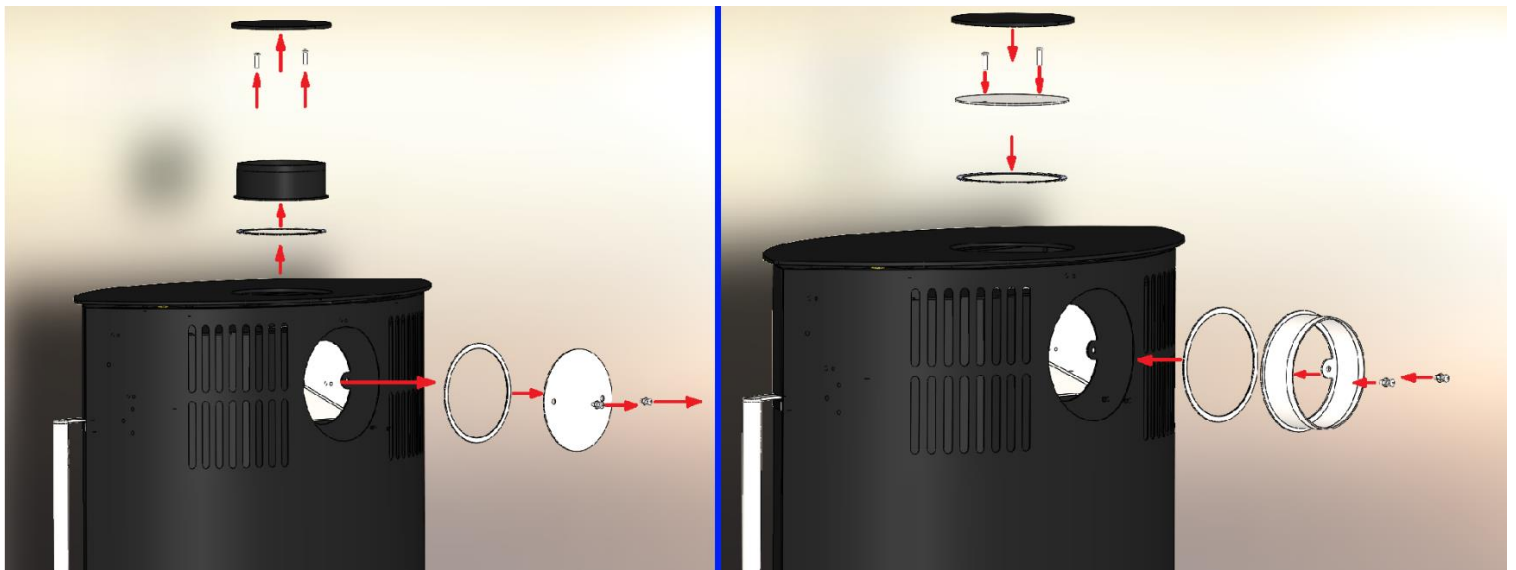

Figure 2 : Remplacement du raccord du conduit de fumée et du couvercle du conduit de fumée
3. Figure 2 : Remplacement du raccordement du conduit de fumée et du couvercle	Page 5